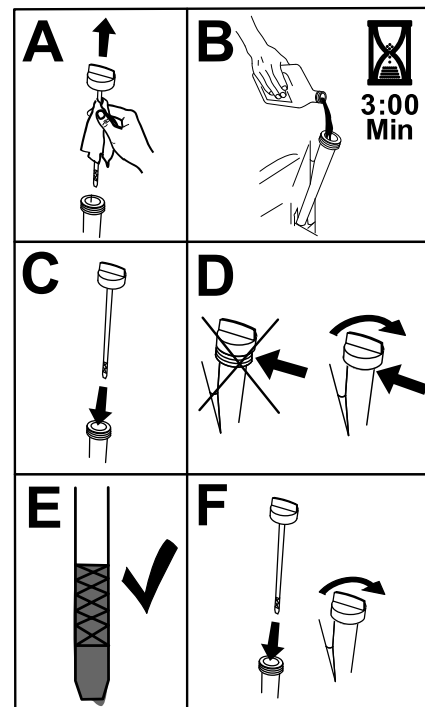

Figura 45
6. Deite cerca de 80% do óleo especificado no tubo de enchimento e adicione lentamente o óleo adicional até chegar à marca Cheio (Figura 45).